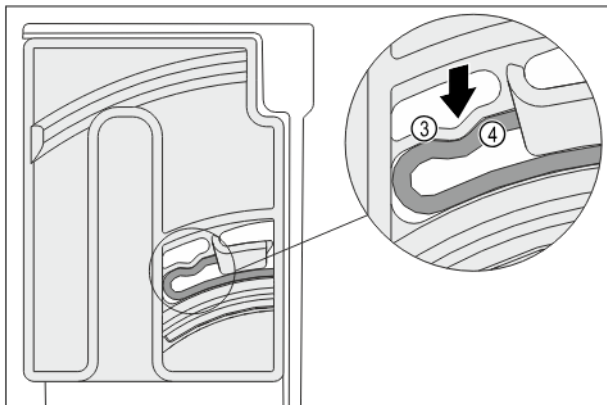

Fig. 129
- Element elastyczny Fig. 129 (3) pokrętła zatrzaskuje się słyszalnie na zaokrągleniu krawędzi Fig. 129 (4).